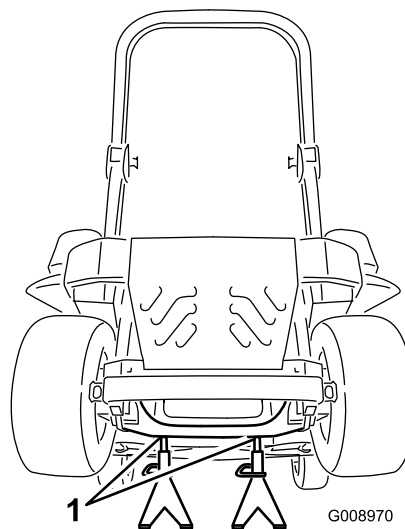

Figura 104
3. Levante la máquina y apóyela sobre gatos fijos (Figura 104).
9. Retire los soportes y baje la máquina (Figura 104).